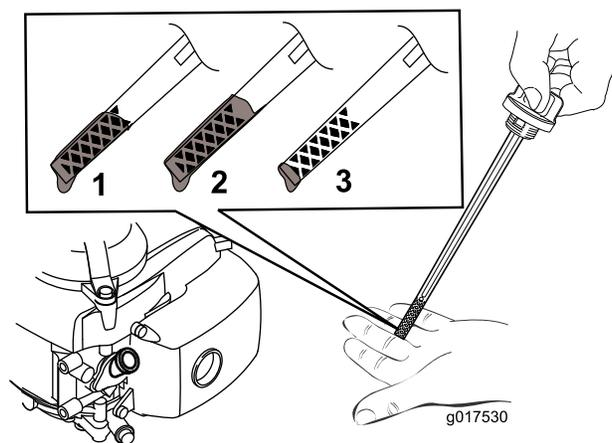

Figura 5
2. Girate il tappo in senso antiorario ed estraete l'asta di livello (Figura 5).
7. Controllate il livello dell'olio sull'asta (Figura 5).